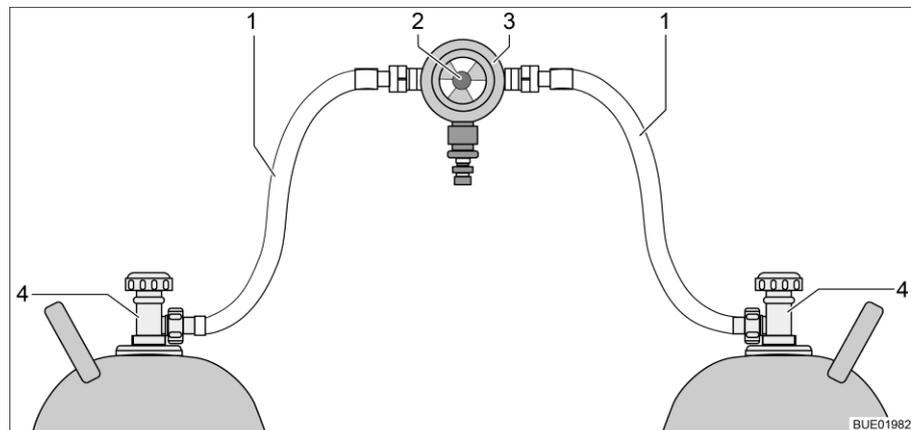
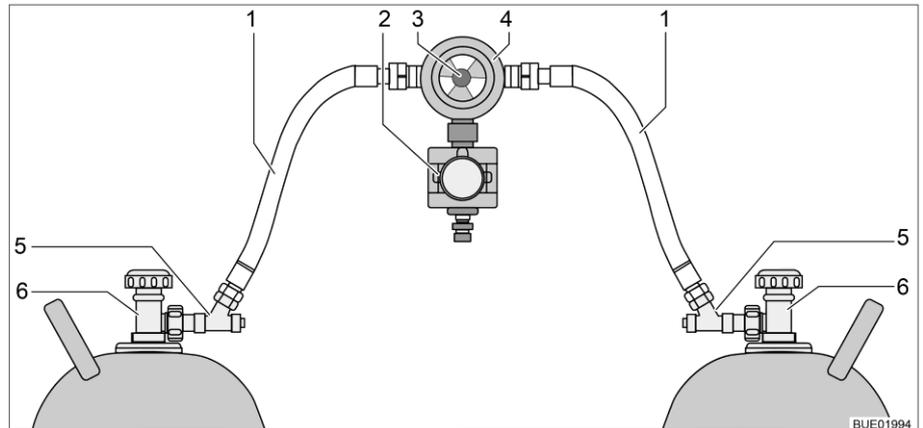

Fig. 63 Instalación de conmutación de bombonas de gas
Fig. 64 Instalación de conmutación de bombonas de gas con CPU
La instalación de conmutación de bombonas de gas consiste de un regulador de presión de gas combinado, con válvula selectora e indicador (Fig. 63,3). La instalación de conmutación de bombonas de gas está montada entre las dos gommas del gas (Fig. 63,1).
La instalación de conmutación de bombonas de gas consiste de un regulador de presión de gas combinado, con válvula selector e indicador (Fig. 64,4) y una electroválvula (Fig. 64,2). En caso de una frenada a fondo, un accidente o una extrema posición inclinada, la electroválvula bloquea el suministro de gas al vehículo. La instalación de conmutación de bombonas de gas está montada entre las dos gomas del gas (Fig. 64,1) con dispositivos de seguridad en caso de rotura de manguera (Fig. 64,5).
Con el botón giratorio (Fig. 63,2 ó bien Fig. 64,3) en la instalación de conmutación de bombonas de gas se puede determinar cuál de las bombonas de gas se utilizará como bombona de servicio y cuál bombona de gas como bombona de reserva.
En la unidad de mando (Fig. 65) únicamente pueden conmutarse las funciones eléctricas. Las llaves de paso principales de las bombonas de gas (Fig. 63,4 ó bien Fig. 64,6) deben abrirse y cerrarse a mano.
- Abrir las llaves de paso principales en las bombonas de gas (Fig. 63,4 ó bien Fig. 64,6).
- Pulsar los dispositivos de seguridad en caso de rotura de manguera (Fig. 64,5), uno tras otro, por 10 segundos.
- Con el botón giratorio (Fig. 63,2 ó bien Fig. 64,3) en la instalación de conmutación, seleccionar la bombona de gas de la que habrá de tomarse el gas con prioridad (bombona de servicio). Girar el botón giratorio siempre hasta el tope.
- Cerrar las llaves de paso principales en las bombonas de gas (Fig. 63,4 ó Fig. 64,6).